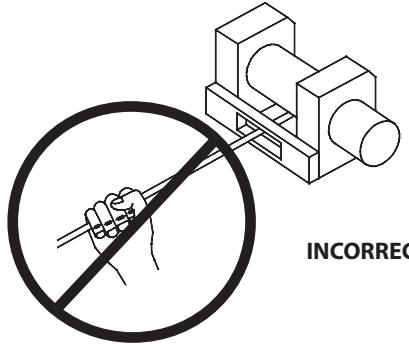

Fig. 5
**Ne touchez jamais le câble et/ou le crochet lorsqu'ils sont sous tension ou en charge. Même au repos, le treuil peut avoir le câble sous tension. Ne guidez jamais le câble sous tension sur le treuil avec vos mains (reportez-vous à la figure 5).**